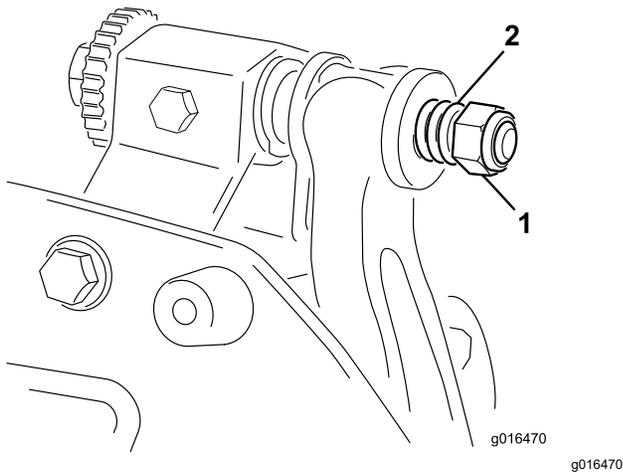

Bild 17
- Ziehen Sie die Federspannungsmutter an, bis die Feder zusammengedrückt ist, drehen Sie sie dann eine 1/2 Umdrehung heraus (Bild 17).